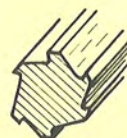

Fig. 4
- c) con denti a passo variabile (fig. 4);